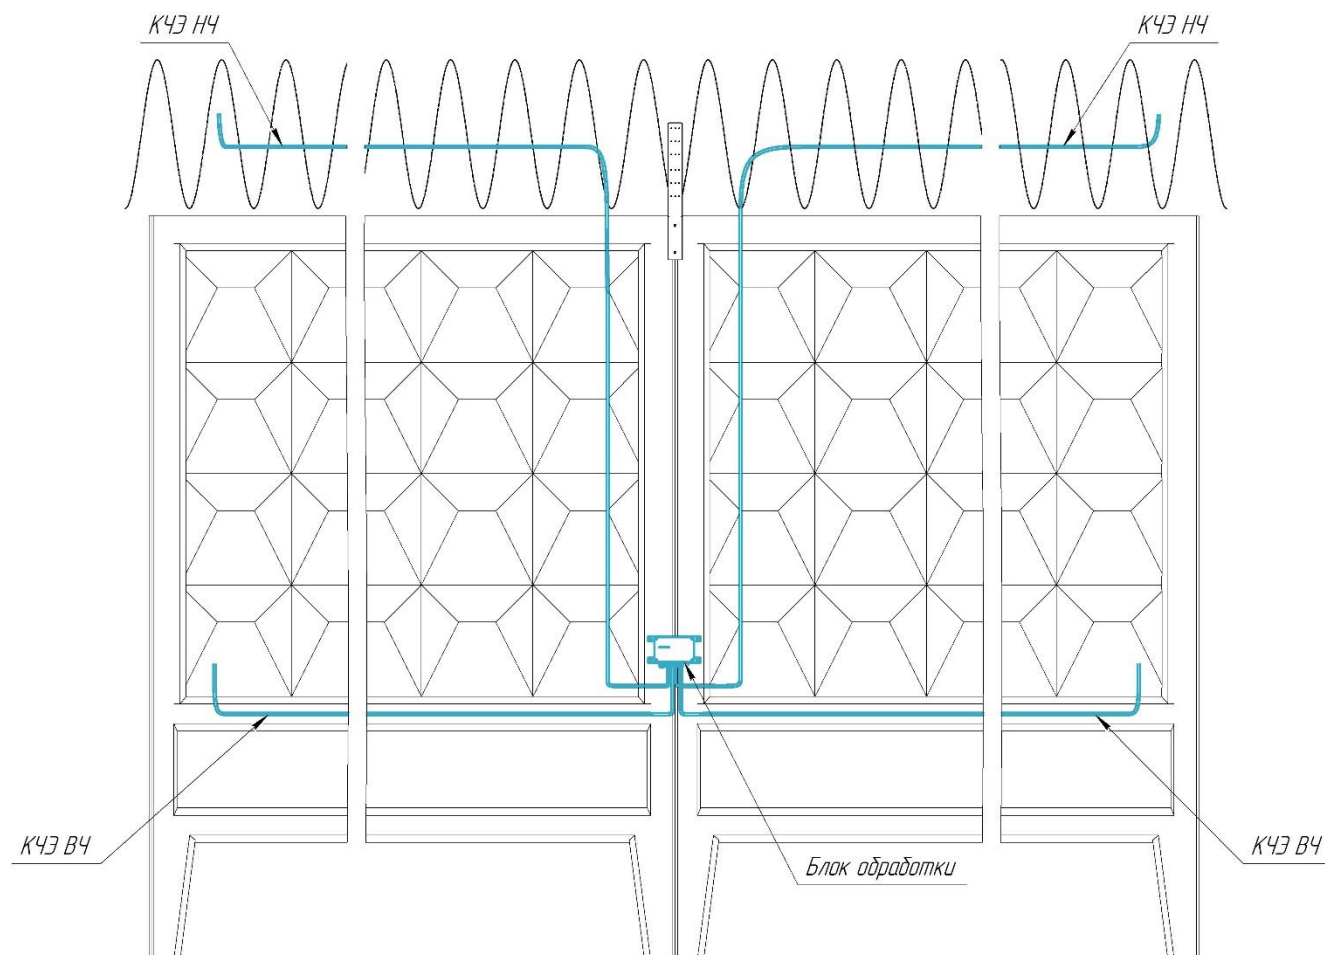

Рисунок 8
3) кабельные ЧЭ НЧ проложить вдоль АКЛ и АСКЛ крепить жестко на равноудаленном расстоянии от краев АКЛ или АСКЛ пластинами из состава комплекта монтажных частей КМЧ-СК или комплекта монтажных частей КМЧ-СП (Рисунок 8). Комплект монтажных частей КМЧ-СК и комплект монтажных частей